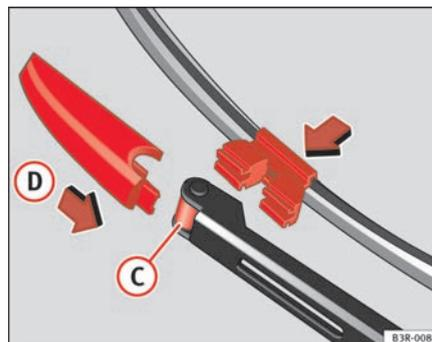

Fig. 178 Poser le balai
- Placez le balai d'essuie-glace neuf dans la fixation sur le bras d'essuie-glace ⇒ fig. 178 **C**.